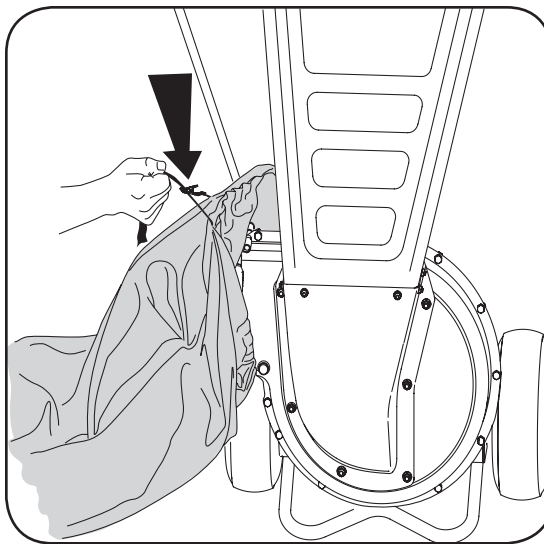

Figura 4-1
2. Oprima la hebilla de seguridad para soltar la tira de extracción de la bolsa antes de soltarla del deflector del canal. Vea la Figura 4-1.